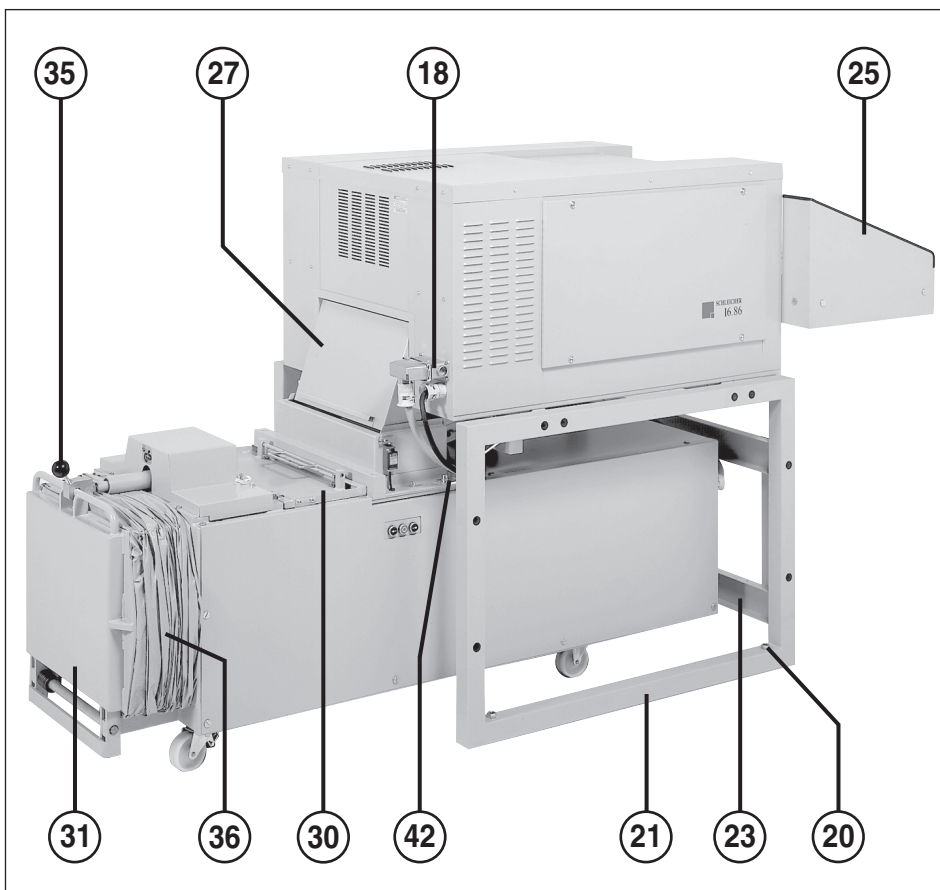

fig. 2
- 18 = Electrical outlet (fig. 2 und 4)